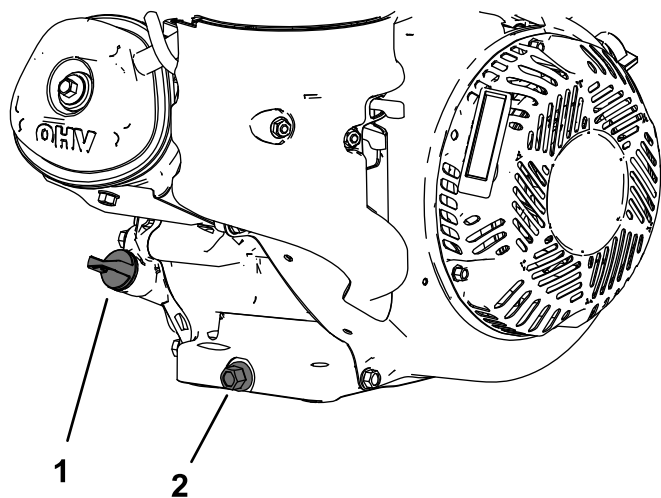

Figure 20
4. Enlevez le bouchon de vidange (Figure 20).